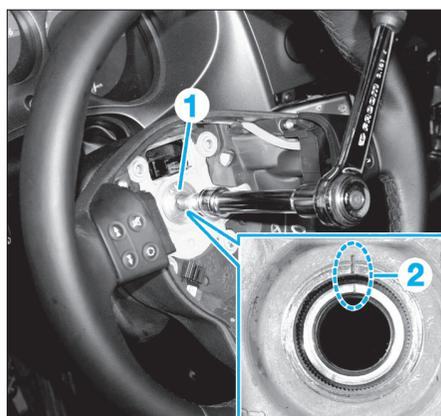

Fig. 2
- Déposer la vis (1) puis le volant (Fig.2).